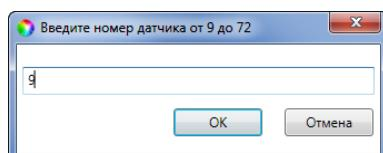

Рисунок 7.42 – Ввод номера радиоустройства
2. В открывшемся окне укажите номер радиоустройства из числа еще не занятых в нумерации ШС и радиоустройств (в указанном диапазоне) и нажмите кнопку *OK* (см. рисунок 7.42).